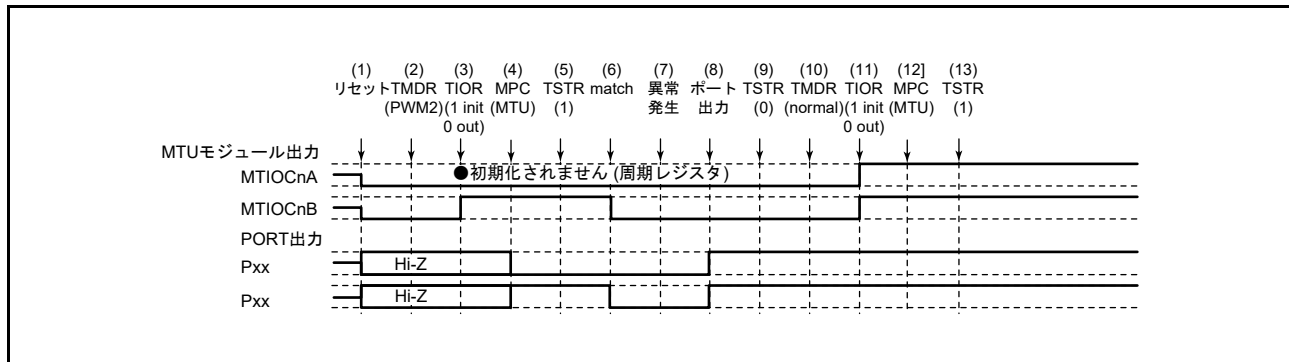

図 22.139 PWM モード 2 で異常が発生し、ノーマルモードで復帰する場合
PWM モード 2 で異常が発生し、再設定後ノーマルモードで再スタートする場合の説明図を図 22.139 に示します。
(1) ～ (9) は図 22.139 と共通です。
(10) PWM モード 1 を設定します。
(11) TIOR レジスタで端子を初期化してください。なお、PWM モード 1 では MTIOChB (MTIOChD) 端子に波形が出力されません。出力すべきレベルがある場合は、I/O ポートのポート方向レジスタ (PDR)、ポート出力データレジスタ (PODR) で汎用出力ポートの設定をしてください。
(12) MPC と I/O ポートのポートモードレジスタ (PMR) で MTU 出力としてください。
(13) TSTR レジスタで再スタートします。
(15) PWM モード 2 で動作中に異常が発生し、PWM モード 2 で再スタートする場合の動作
(10) PWM モード 2 で再スタートする場合には必要ありません。
(11) TIOR レジスタで端子を初期化してください。なお、PWM モード 2 では周期レジスタの端子に波形が出力されません。出力すべきレベルがある場合は、I/O ポートのポート方向レジスタ (PDR)、ポート出力データレジスタ (PODR) で汎用出力ポートの設定をしてください。
(16) PWM モード 2 で動作中に異常が発生し、位相計数モードで再スタートする場合の動作
(10) 位相計数モードを設定します。
(11) TIOR レジスタで端子を初期化してください。
(17) 位相計数モードで動作中に異常が発生し、ノーマルモードで再スタートする場合の動作